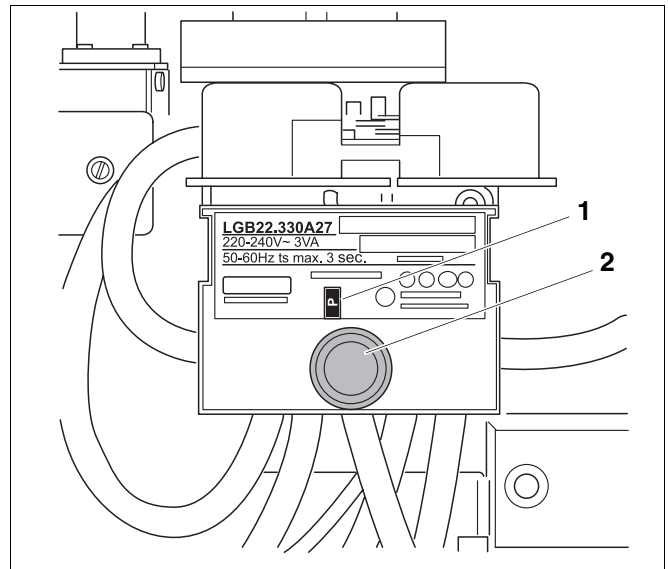

Abb. 35 Steuergerät LGB 22; Automatenvorderseite
Wenn keine Störung angezeigt wird und die Programmskala (Abb. 35, **Pos. 1**) des Steuergerätes ständig am laufen ist, dann ist der Kontakt des Luftdruckwächters bereits vor dem Anlauf des Lüfters geschlossen oder der elektrische Anschluss des Brenners bzw. der Gasfeuerungsautomat ist fehlerhaft.
* Siehe Abb. 35, Seite 40